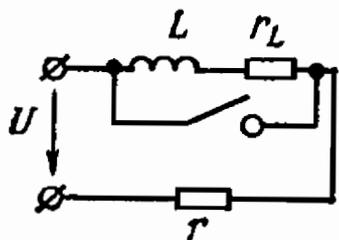

Рис. 7.4
7.4. Индуктивная катушка, соединенная последовательно с резистором и включенная в сеть постоянного тока напряжением $U = 110$ В, мгновенно замыкается накоротко (рис. 7.4).